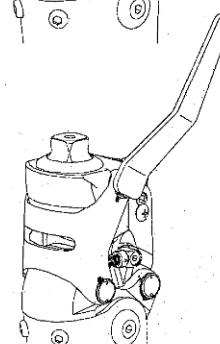

Fig. 5
- c) A l'aide d'un outil spécial pour le serrage des boutons dentés, serrer le bouton A (figure 5) d'un pas simple, puis vérifier le degré de jeu. S'il y a encore du jeu, serrer à nouveau.